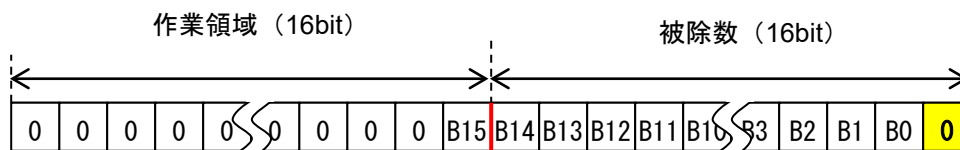

図 3.3 減算の準備
- ② 減算処理は最初に被除数と作業領域を左に 1 ビットずつシフトして、減算の準備を行います。作業領域の LSB には被除数の MSB が入り、被除数の LSB は 0 になります（図 3.3 参照）。なお、被除数の LSB は処理と領域の効率化を図るために商領域として使用していきます。